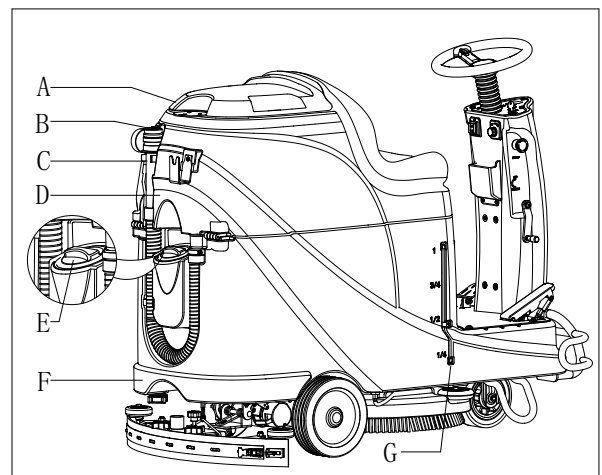

Abbildung 8
1. Öffnen Sie die Wassereinlassabdeckung (E, Abbildung 8).
3. Überfüllen Sie den Tank nicht, beziehen Sie sich für das Wasservolumen auf die Wasserstandsanzeige (G).